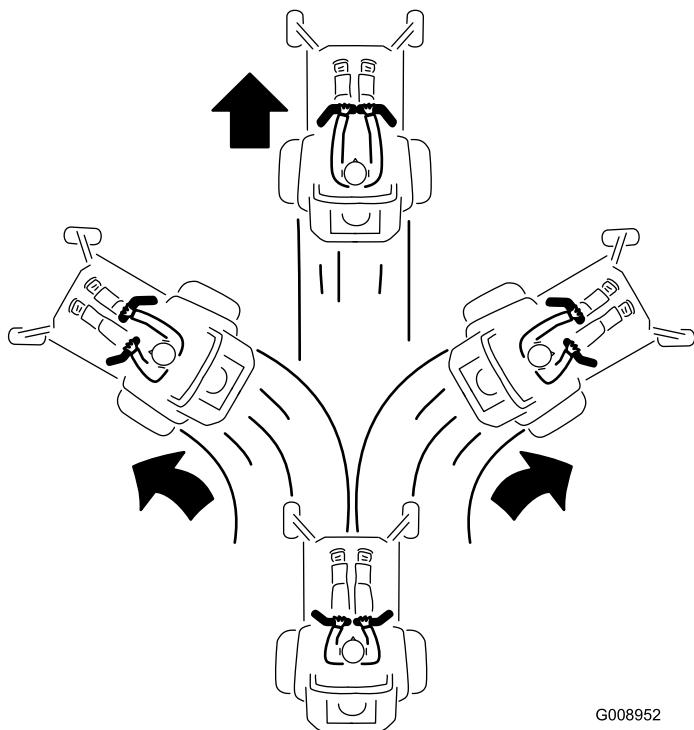

Figura 21
- Per fare marcia avanti spingete lentamente in avanti le leve di controllo del movimento (Figura 21).